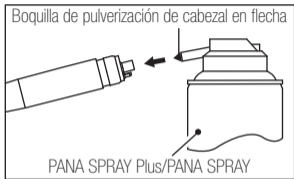

Fig. 9
- 2) Monte la boquilla de pulverización del cabezal en flecha en el conducto de la botella del pulverizador. (Fig. 9)